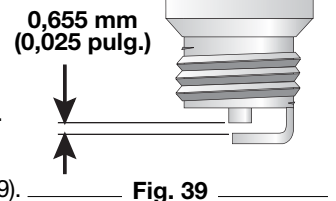

Fig. 39
4. Cambie las bujías que estén rajadas, sucias o deterioradas. Fije la separación de aire a 0,655 mm (0,025 pulgadas) utilizando un calibrador (Fig. 39).